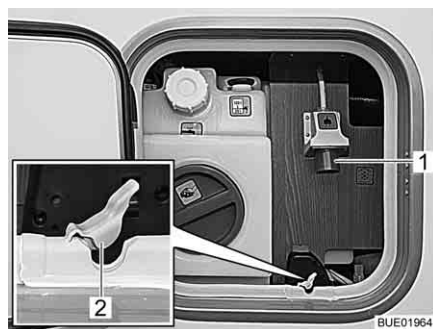

Bild 170 230 V-anslutning i fordonet
- Öppna tätningen (Bild 170,2) i kabelgenomföringen.
- Sätt i insticksanslutningen vid fordonets 230 V-anslutning (Bild 170,1).
- Dra i anslutning (Bild 170,1) av fordonets instickskoppling och ta bort anslutningskabeln.
- Tryck tätningen (Bild 170,2) av kabelgenomföringen i serviceluckas tätningens öppning.